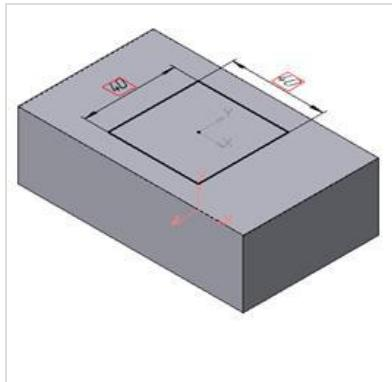
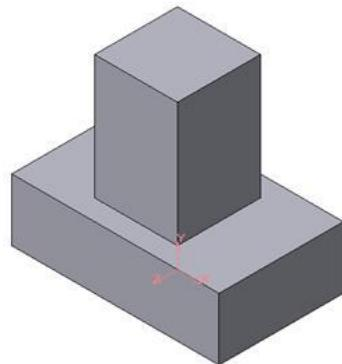

Рисунок 52- Эскиз призмы
Рисунок 53 -Операция приклеивания элемента
2. Для построения верхнего элемента детали рис.51 - прямоугольной четырехгранной призмы на верхней плоскости основания вычертим эскиз - квадрат со сторонами 40 мм (рис.52) и при克莱им призму выдавливанием на 50мм (рис.53).